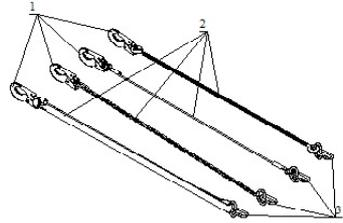

Рис.1 Стропы типов А, Б, В, Г
Стропы типов **А, Б, В, Г** (см. рис.1) состоят из фала (2) – полиамидной ленты (А), металлического троса в оболочке (Б), полиамидного каната (В) и металлической цепи (Г), на одном конце которого закреплён карабин для присоединения к анкерной точке (1), снабжённый блокирующей защёлкой, а на другом крепёжная петля или карабин (по спец. заказу) для присоединения к ремню пояса (3).